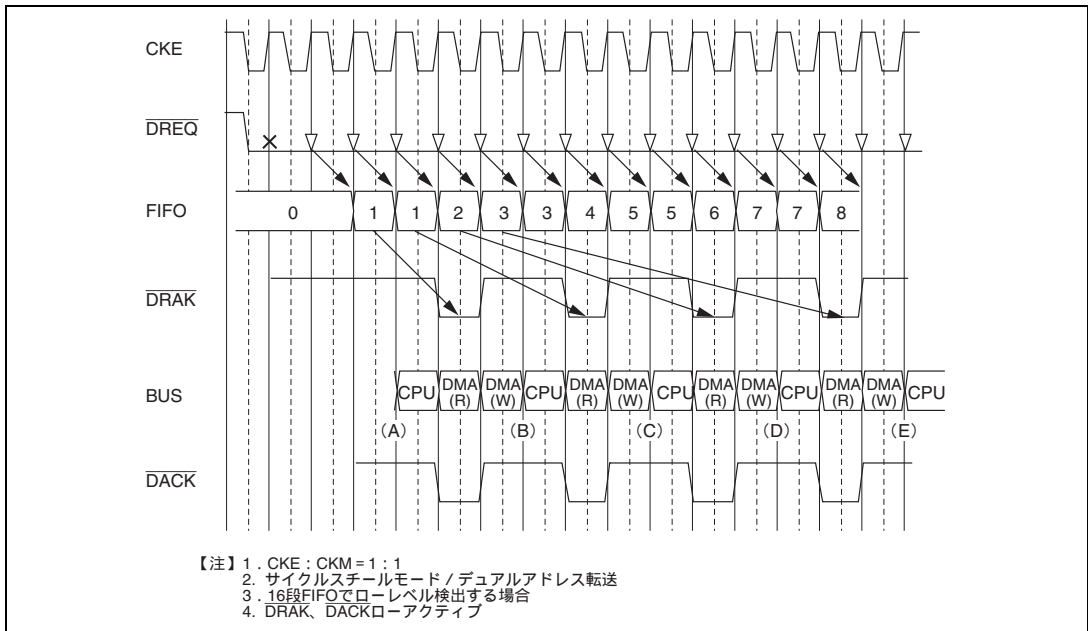
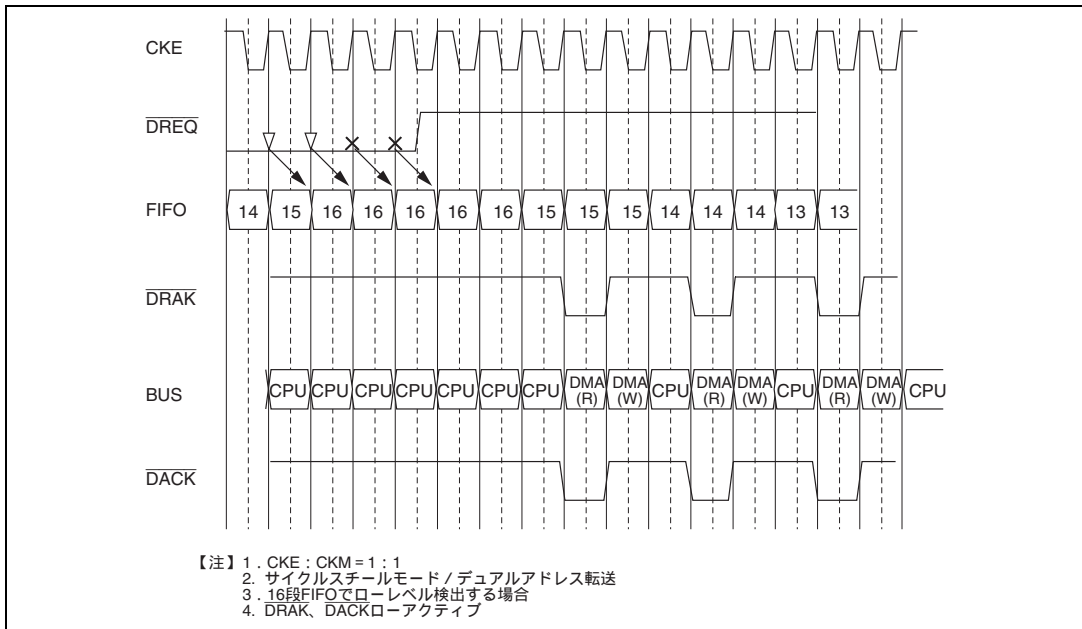

図 9.14 CKE = CKM、ローレベル検出、16 段 FIFO 使用の場合の動作例 (1)
図 9.15 CKE = CKM、ローレベル検出、16 段 FIFO 使用の場合の動作例 (2)
$\overline{\text{DREQ}}$ をローレベル検出に設定した場合、 $\overline{\text{DREQ}}$ は、 CKE の立ち上がりで毎サイクルサンプリングされます (図 9.14)。ノイズキャンセル機能により $\overline{\text{DREQ}}$ 入力のはじめの CKE 立ち上がりではサンプリングを行いません。サンプリングされた $\overline{\text{DREQ}}$ は 16 段 FIFO に蓄積されます。蓄積されたサンプリング結果 1 つに対して 1 回の DMA 転送が行われ、蓄積されたサンプリング数分の転送が必ず行われます。 $\overline{\text{DREQ}}$ を継続的に入力した場合、サンプリングは FIFO が満たされるまで行われますが、FIFO が満たされた後の $\overline{\text{DREQ}}$ 入力サンプリングは行われません (図 9.15)。FIFO は 1 回のサンプリングごとにインクリメントされ、次の DMA 転送サイクルの発生が確定した時点でデクリメントされます。FIFO のデクリメントタイミングは外バスサイクルから常に規定できませんが、 CKE と CKM の周波数比が 1 : 1 である場合、DMA 転送サイクルの前のバスサイクルが始まる所 (図 9.14 の (A)、(B)、(C)、(D)、(E) のタイミング) になります。16 段 FIFO では、FIFO のインクリメントとデクリメントが競合した場合、両者を同時に行います。このときの FIFO の動作は、図 9.14 の (A)、(B)、(C)、(D)、(E) のようになります。 $\overline{\text{DRAK}}$ 信号は、FIFO デクリメントタイミングの 1 ステート後に出力され、当該 DMA 転送サイクルのアドレス出力と同じか、より早いタイミングで出力されます。 $\overline{\text{DRAK}}$ 信号は、 $\overline{\text{DREQ}}$ のサンプリング数だけ出力されます。